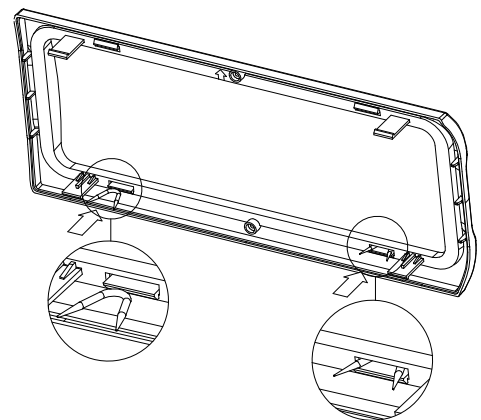

Figure 3
- Insérez les 2 blocs de caoutchouc fournis, comme illustré sur la *figure 3*, sur les crochets de retenue avec saillie inférieure ; fermez le couvercle du dispositif en observant les flèches d'alignement.
- Raccrocher la partie transparente sur le couvercle et insérez les 2 blocs en caoutchouc fournis, comme illustré sur la *figure 3*, sur les crochets de retenue avec saillie inférieure ; fermez le couvercle du dispositif en observant les flèches d'alignement.